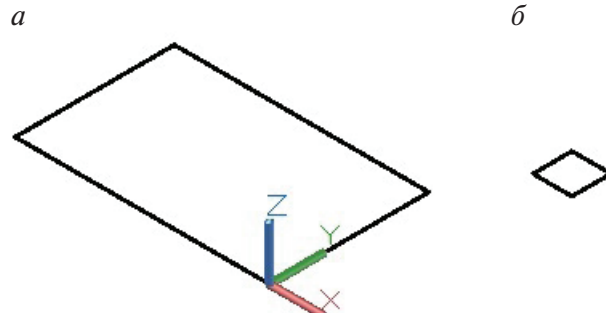

Рис. 3.1.15. Элементы для выполнения команды **Сдвиг**:
3. Команда **Сдвиг**  (рис. 3.1.15–3.1.17).
Построим два прямоугольника, показанные на рис. 3.1.15.
Траектория для сдвига — прямоугольник размером 12000×9000 мм (рис. 3.1.15, а), объект сдвига — прямоугольник размером 700×500 мм (рис. 3.1.15, б). Начертим два прямоугольника.
Второй угол или [Площадь/Размеры/поВорот]: @12000,9000 ↵ (рис. 3.1.15, а).
Второй угол или [Площадь/Размеры/поВорот]: @700,500 ↵ (рис. 3.1.15, б).